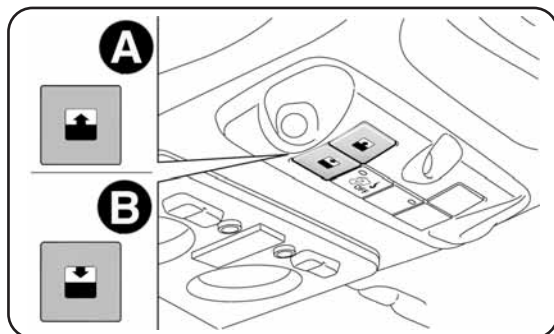

fig. 63
Pour le fonctionnement du toit ouvrant, tourner la clé de contact sur MAR. Les commandes A et B fig. 63 placées sur la platine du plafonnier AV commandent les fonctions d'ouverture/fermeture du toit.
Appuyer sur le bouton A-fig. 63 et le tenir enfoncé : le panneau vitré avant se place en position « spoiler » (becquet). Appuyer à nouveau sur le bouton A et, en agissant sur la commande pendant plus d'une demie seconde, pour activer le mouvement de la vitre du toit, qui continuera automatiquement jusqu'à une position intermédiaire (position « Comfort »).
- appuyer sur le bouton B-fig. 63 jusqu'à ce que le toit se ferme complètement. Relâcher ensuite le bouton ;